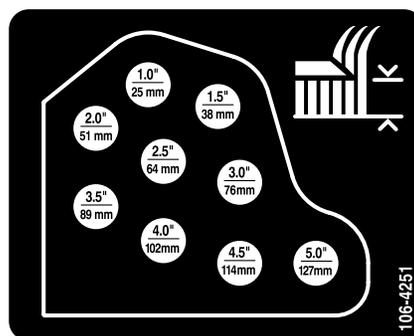

Figura 18
6. Montate le catene dell'altezza di taglio nel foro dell'altezza di taglio desiderata (Figura 18) usando il perno con testa e la coppiglia.